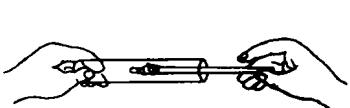
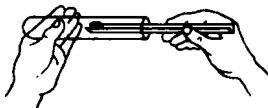

图1-1 用药匙往试管里送入固体试剂
图1-2 用纸槽往试管里送入固体试剂
(1) 左手持瓶稍倾斜，右手持洁净、干燥的药匙伸入瓶内，从瓶口往内观察，调节所取试剂量。如果试剂用量很少，可用药匙另一端的小匙。用过的药匙必须洗净、擦干后再取另一种试剂，或者专匙专用。
(2) 注意按指定量取药品，多取的不能倒回原处，只能放在另一指定的容器中备用。
(3) 需要称量时，可将药品放在洁净的干纸上（勿用滤纸）或表面皿上。药品用量较大或易吸湿的可用烧杯等盛装。
(4) 将固体试剂加入试管中时，所用试管必须干燥。将盛试剂的药匙或对折的纸条平行地伸进试管约 $2/3$ 处（图1-1、图1-2），再将试管慢慢竖直，将药品倾入管底。